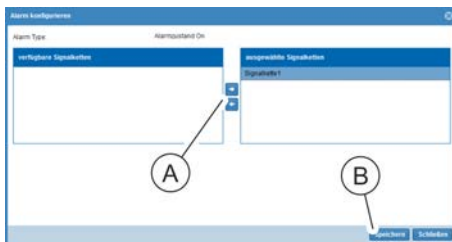

Abb. 164: Fenster "Alarm konfigurieren"
5. Bei Bedarf für die Werte eine Signalkette zuweisen. Dazu auf die Schaltfläche „Signalkette“ (Abb. 164/Ⓐ) klicken.
6. Im Fenster "Alarm konfigurieren" eine Signalkette auswählen und über die Schaltfläche „→“ (Abb. 164/Ⓐ) ins Feld „ausgewählte Signalketten“ schieben. Auswahl über die Schaltfläche „Speichern“ (Abb. 164/Ⓑ) bestätigen.